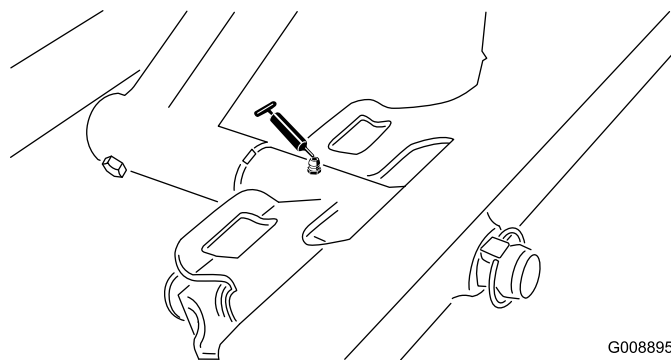

Рисунок 38
- Ось поворота переднего режущего блока (Рисунок 38)